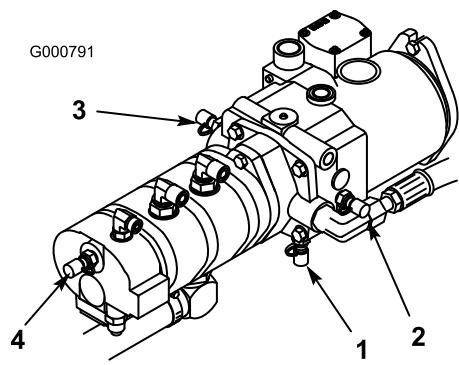

図 82
4. テストポートはトランスミッションの下にあり図82、トランスミッションのチャージ圧の測定用です
5. テストポート図82は前進走行油圧の測定用です
6. テストポート図82後退走行油圧の測定用です
7. テストポート図82はパワステ油圧の測定用です